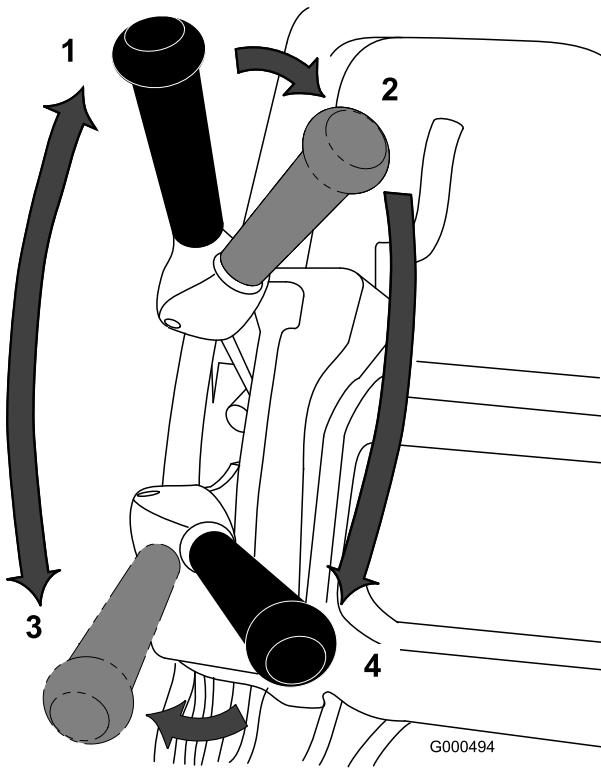

图25
1. 启动发动机，将油门设置为低速，向下推动手柄以提起滚刀组，压低操作员到位控制装置，将牵引杆移至“接合”位置，使剪草机行驶到果岭的环圈上（图25）。
2. 将牵引杆移至“分离”位置，然后接合滚刀驱动杆（图25）。
3. 将牵引杆移至“接合”位置，增加油门速度直至剪草机按照所需地面行驶速度移动，将剪草机推到果岭区，放下剪草机的前端，然后开始剪草（图25）。